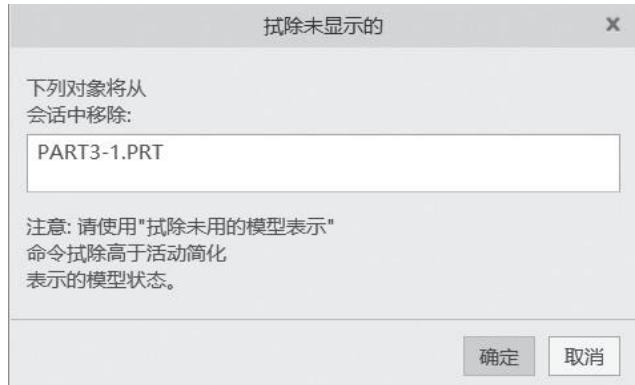

图 1-2-10 “拭除未显示的”对话框
(3) 单击“管理会话”按钮，在弹出菜单中单击“拭除未显示的”按钮，弹出如图 1-2-10 所示的对话框。单击“确定”按钮，所有没有显示在当前窗口中的零件文件将从内存中删除，但不会删除保留在磁盘上的文件。